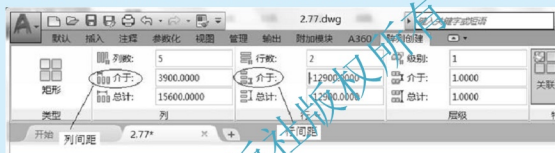

图 2.76 阵列对话框
- AutoCAD 2018版的【阵列】命令是三维阵列,其经典模式工作空间内没有【阵列】对话框,但“草图和注释”工作空间内的【阵列】命令有对话框,如图2.76所示。